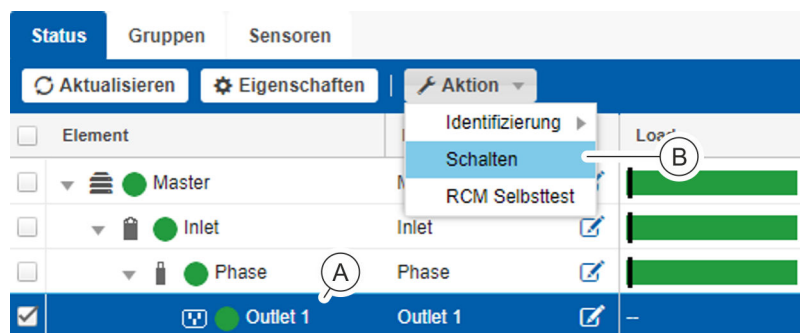

Abb. 101: Menü "Status" – Registerkarte "Status"
2. ➤ In der Registerkarte "Status" die gewünschte Steckdose bzw. Steckdosengruppe auswählen (Abb. 101/Ⓐ).
3. ➤ Über „Aktion → Schalten“ (Abb. 101/Ⓑ) das Fenster "Schalten" aufrufen.